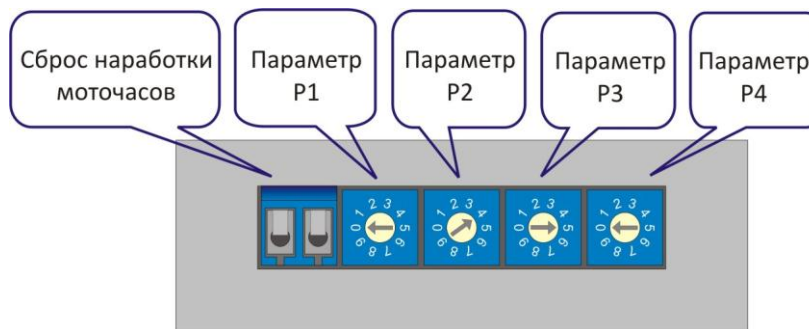

Рис.5.3. Переключатели параметров и сброс периода ТО генератора
5.3.6 Индикация периода техобслуживания генераторной установки осуществляется светодиодом  $\text{✂}$ . Светодиод погашен, если время работы генераторной установки после техобслуживания меньше порога предупреждения (80 ч). В случае достижения данного порога происходит кратковременное мигание светодиода  $\text{✂}$ . В случае достижения порога тревоги (100 ч) происходит частое равномерное мигание светодиодов  $\text{✂}$  и  $\text{Ⓛ}$ . Оба предупреждения сопровождаются прерывистым звуковым сигналом. Сброс периода техобслуживания генераторной установки производится замыканием контактов «Сброс наработки моточасов» (рис. 5.3).
5.6.1 Переключатели параметров (рис. 5.3) позволяют выполнить настройку четырёх параметров контроллера, которые представлены в таблице 5.2. Соответствие положения переключателя значению параметра представлены в таблицах 5.3–5.6.